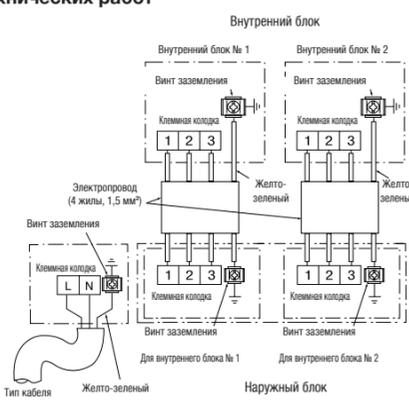

Рис. 3-1
- (1) Подключите электропроводку между внутренним и наружным блоками в соответствии со схемой на рис. 3-1. Не допускайте неправильного подключения соединений. При неправильном подключении возможны нарушения в работе устройства и выход из строя.
- (2) Соединительный провод должен быть закреплен лентой, расположенной рядом с клеммной колодкой.